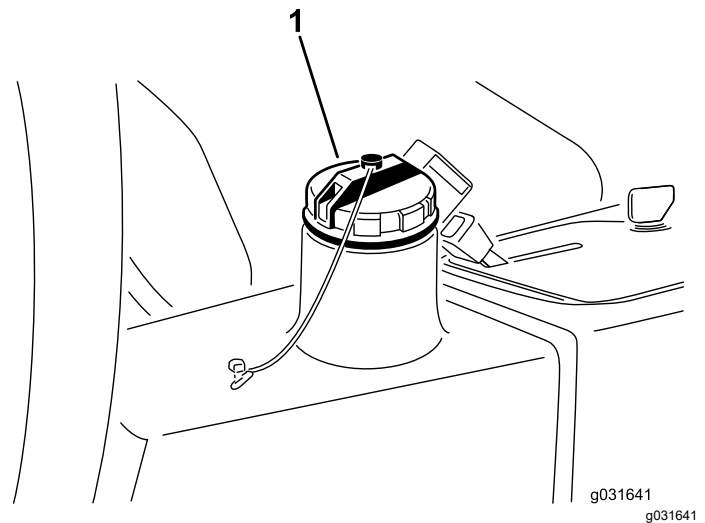

図 66
4. 油圧オイルタンク 図 66 に約 13.2 リットルの油圧